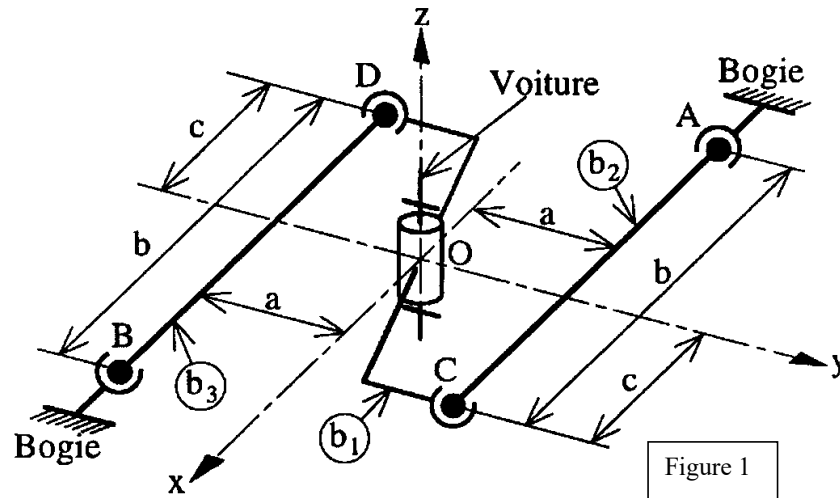

Figure 1
La liaison recherchée étant indépendante du choix de la base de projection, on la détermine dans la configuration proposée sur la figure 1.
**Q1 :** Toutes les liaisons étant supposées parfaites, déterminer, en utilisant la chaîne 1-2-0,  $\overrightarrow{V(O, 1/0)}$  en fonction de  $\omega_{x\ 10}$ ,  $\omega_{y\ 10}$ ,  $\omega_{z\ 10}$ ,  $\omega_{z\ 20}$  et  $\omega_{y\ 20}$  et des dimensions géométriques indiquées sur la figure 1.
**Q2 :** De même, déterminer, en utilisant la chaîne 1-3-0,  $\overrightarrow{V(O, 1/0)}$  en fonction de  $\omega_{x\ 10}$ ,  $\omega_{y\ 10}$ ,  $\omega_{z\ 10}$ ,  $\omega_{z\ 30}$  et  $\omega_{y\ 30}$  et des dimensions géométriques indiquées sur la figure 1.